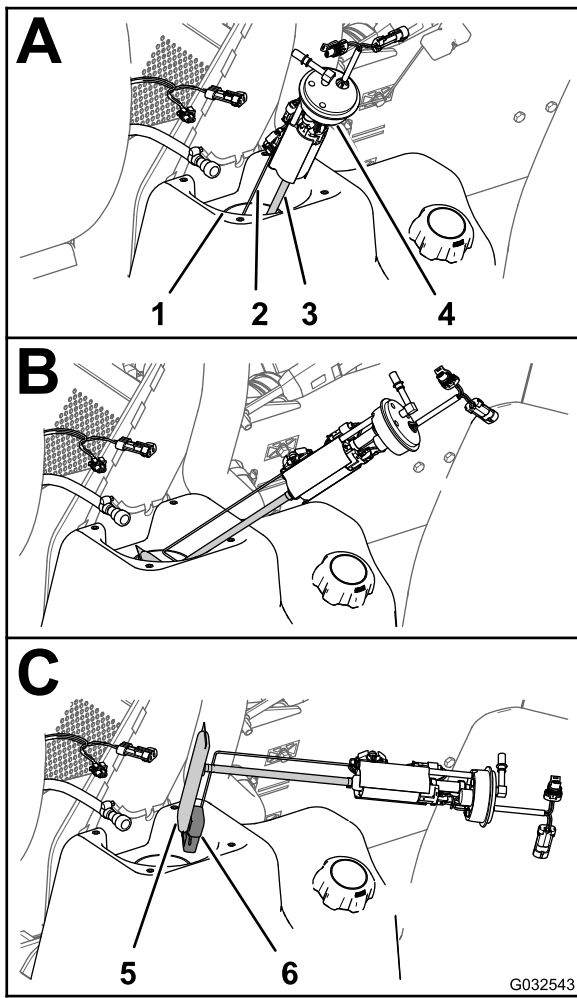
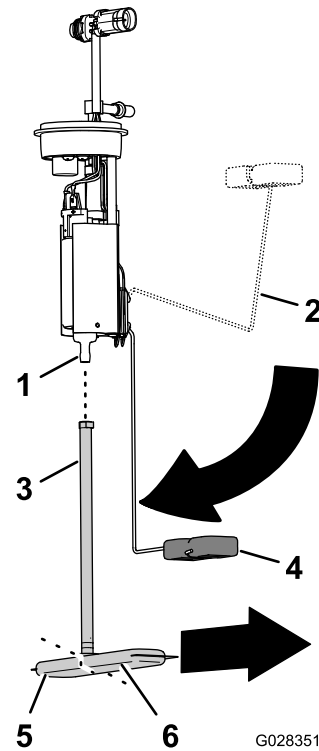

Figure 87
Figure 88
4. Soulevez et tournez avec précaution la pompe à carburant/transmetteur pour l'extraire du goulot du réservoir de carburant (Figure 87).
1. Détachez le tube d'aspiration du filtre à carburant du raccord de la pompe à carburant (Figure 88).
2. Alignez le tube d'aspiration du filtre à carburant de rechange et le raccord de la pompe à carburant (Figure 88).
3. Alignez la longue patte du filtre à carburant sur le flotteur quand le bras du flotteur est à la position réservoir vide (Figure 88).
4. Insérez le raccord de la pompe à carburant dans le tube d'aspiration jusqu'à ce que le raccord soit parfaitement engagé (Figure 88).
1. Soutenez le bras du flotteur et le tube d'aspiration ensemble, et glissez le flotteur et le filtre à carburant dans l'ouverture du réservoir de carburant (Figure 87).
2. Insérez la pompe à carburant/transmetteur dans le goulot du réservoir (Figure 87 et Figure 88).
3. Placez le joint et l'écrou par dessus la pompe à carburant/transmetteur et sur le goulot du réservoir de carburant, puis serrez l'écrou à la main (Figure 87).
4. Branchez le raccord du flexible de carburant sur le raccord de la pompe à carburant (Figure 87).
5. Rebranchez le connecteur à 2 douilles du faisceau de la machine sur le connecteur à 2 broches de la pompe à carburant/transmetteur ; rebranchez le connecteur à 2 broches du faisceau de la machine sur le connecteur à 2 douilles de la pompe à carburant/transmetteur (Figure 87).